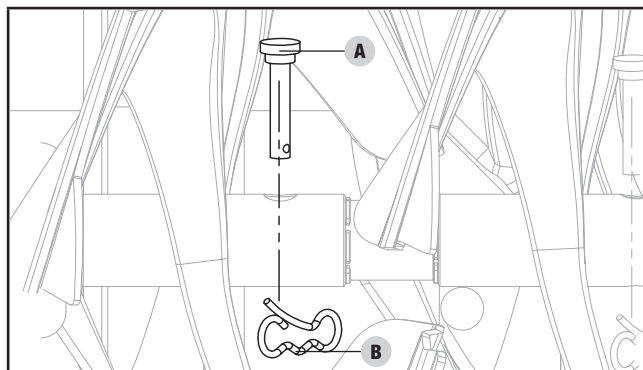

Figure 19B
Les tarières sont fixées à l'entraînement de la tarière au moyen de goupilles de cisaillement (A) et de pinces (B). Si la tarière heurte un objet étranger ou un bourrage de glace, la souffleuse à neige est conçue de façon à ce que les goupilles de blocage rompent. Si les tarières ne tournent pas, vérifiez si les goupilles de blocage ont rompu (figure 19B). Remplacez les goupilles de cisaillement et les pinces, au besoin.